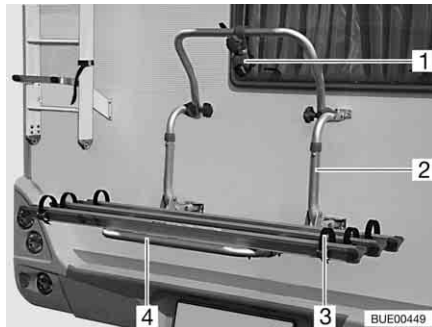

Bild 3 Cykelställ, ej nedsänkbar
Med cykelstället (Bild 3,2) kan 2 cyklar bekvämt transporteras. Det går att bygga ut det för 3 cyklar.
- Fäll ned teleskopbygel (Bild 3,4).
- Sätt in cyklarna och fäst dem med snabbbremsarna (Bild 3,3).
- Fäst distansdelen (Bild 3,1) på ramen på den yttre cykeln.